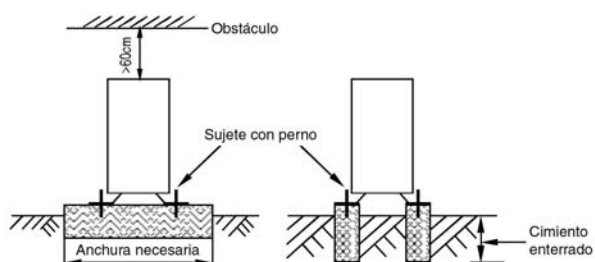

Figura 11
- Disponga una base de hormigón (Figura 11)